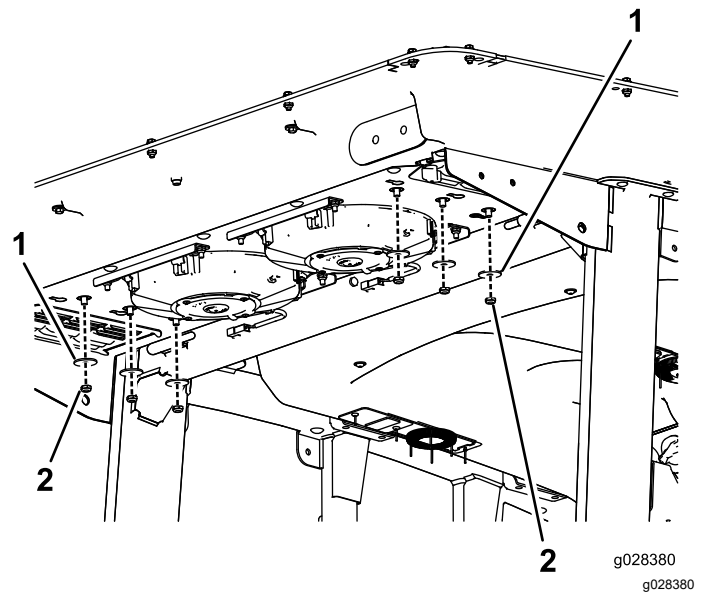

Figura 137
2. Retire las 6 tuercas y arandelas de la parte inferior de la parte trasera de la cabina (Figura 137).